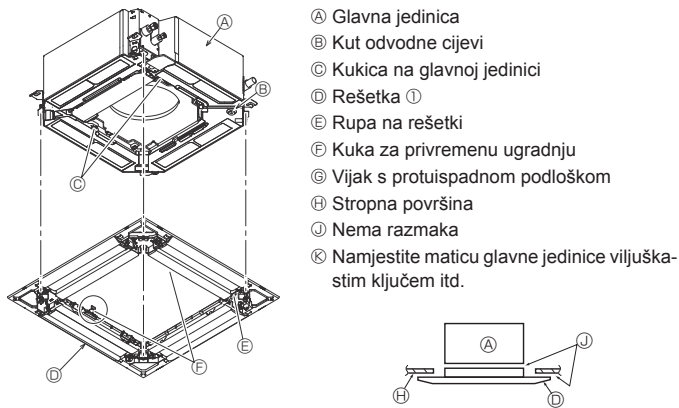

Fig. 9-6
### 9.4.2. Privremena ugradnja rešetke (Fig. 9-6)
- Stezanjem unaprijed ugrađenih vijaka učvrstite rešetku na glavnu jedinicu. (Fig. 9-6)
Pobrinite se da nema razmaka između glavne jedinice i rešetke ili između rešetke i stropne površine. (Fig. 9-6)